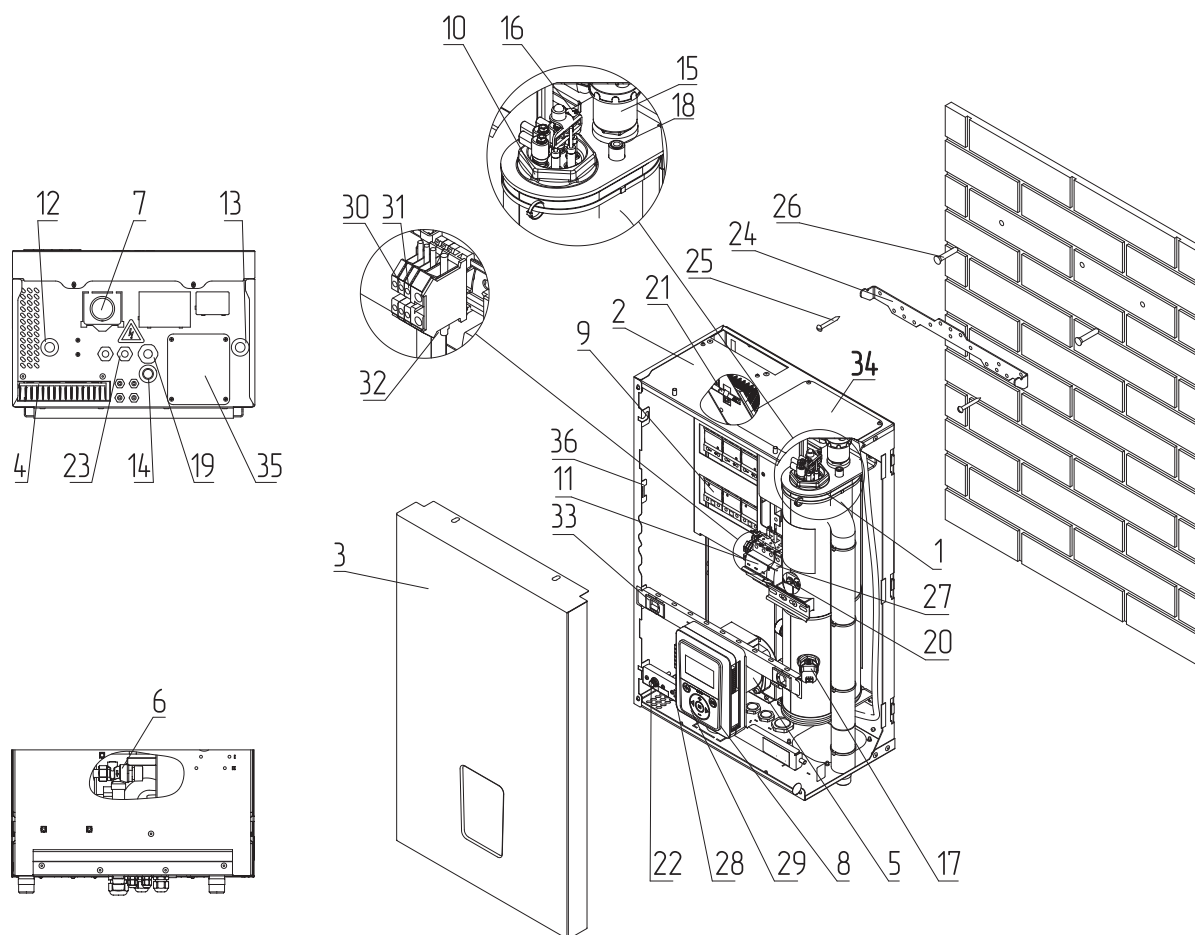
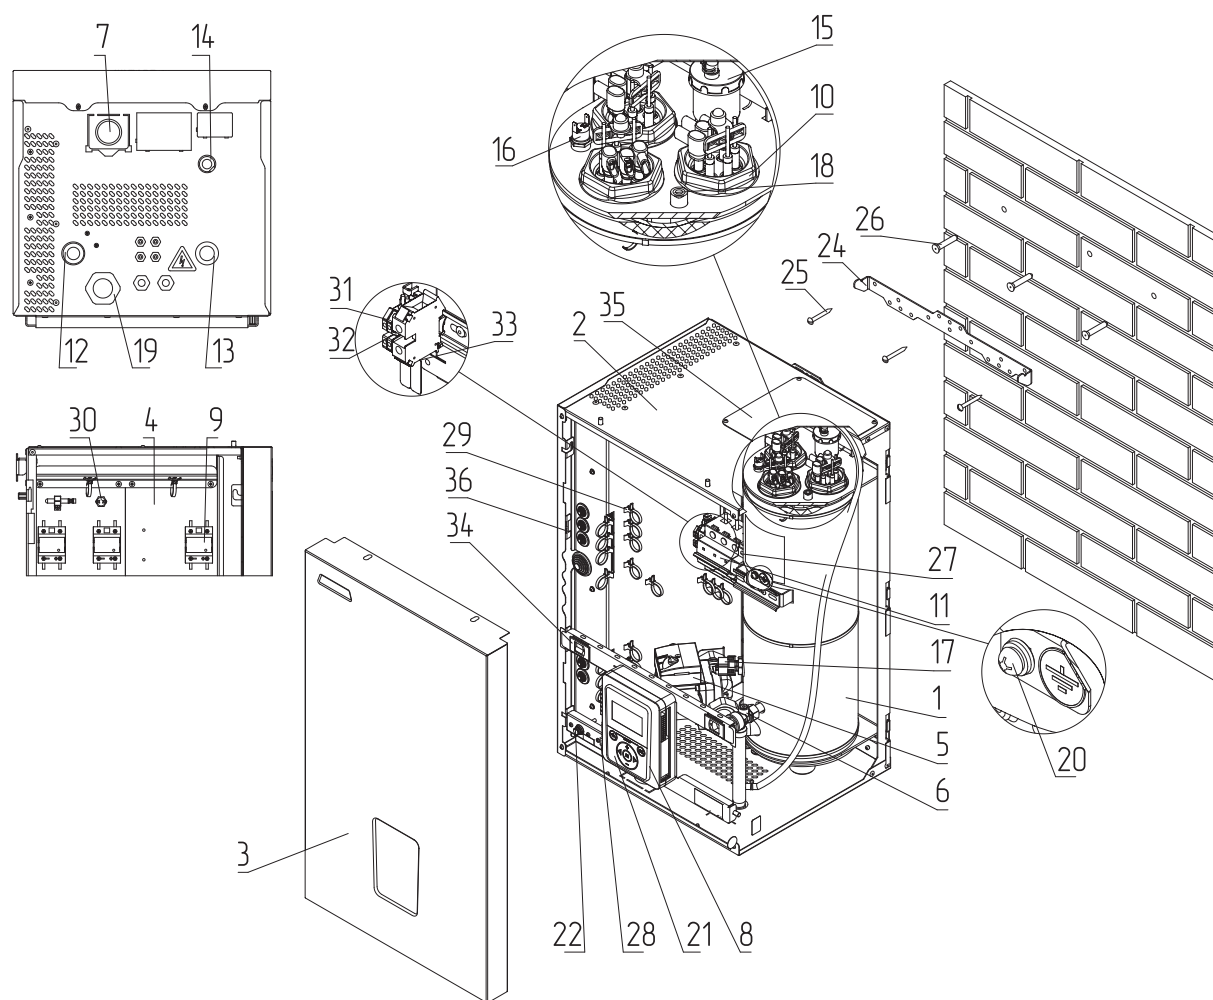

Рис.3 Устройство котла ZOTA MK-X Plus 6-24 кВт
Рис.4 Устройство котла ZOTA MK-X Plus 30-42 кВт
Закрепите настенный кронштейн на вертикальной поверхности в необходимом месте с помощью шурупов, входящих в комплект, и установите на него котел, как показано на **Рис.3, Рис.4**;
- Извлечь перемычки (Рис.3, Рис.4, поз.32);
- Подключить провода фазы «L» к колодке (Рис.3, Рис.4, поз.30);
- Подключить провода нейтрали «N» к колодке (Рис.3, Рис.4, поз.31).
- Включить вводной автомат (Рис.3, Рис.4, поз.11) вместе с расцепителем в верхнее положение;
- Перевести выключатель (Рис.3, Рис.4, поз.28) в положение ВКЛ;